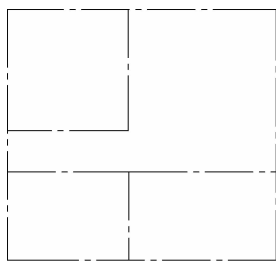
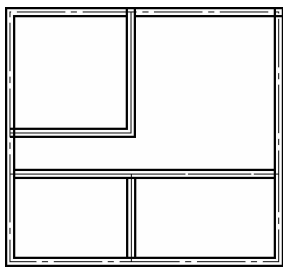

图 2-14 绘制轴线网
图 2-15 绘制墙线
- (1) 绘制轴线网。选择“轴线”图层，绘制轴线网，如图 2-14 所示。
- (2) 设置多线样式。选择“墙线”图层，执行“格式”→“多线样式”命令，在弹出的“多线样式”对话框中单击“重命名”按钮，把样式名称改为 240，再单击“修改”按钮，把偏移 0.5 改为 120，偏移 -0.5 改为 -120。
- (3) 绘制墙线。执行“绘图”→“多线”命令，按命令行提示把“对正”选项改为“无 (Z)”，比例改为 1，然后绘图，结果如图 2-15 所示。